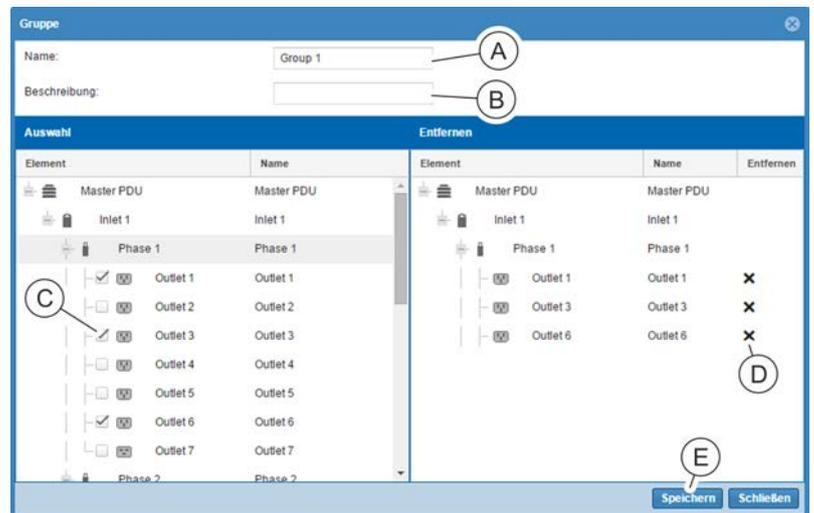

Abb. 203: Fenster "Gruppe"
- ⇒ Es öffnet sich das Fenster "Gruppe" (Abb. 203).
5. ➔ Im Fenster "Gruppe" die Benennung (Abb. 203/Ⓐ) und ggf. die Beschreibung (Abb. 203/Ⓑ) der Gruppe modifizieren.
6. ➔ In der linken Spalte einzelne Steckdosen über die jeweilige Checkbox (Abb. 203/Ⓒ) auswählen.
7. Ggf. einzelne Steckdosen über die Schaltfläche ✕ (Abb. 203/Ⓒ) in der rechten Spalte entfernen.
8. Schaltfläche „Speichern“ anklicken, um eine Steckdosen-gruppe zu speichern (Abb. 203/Ⓔ).